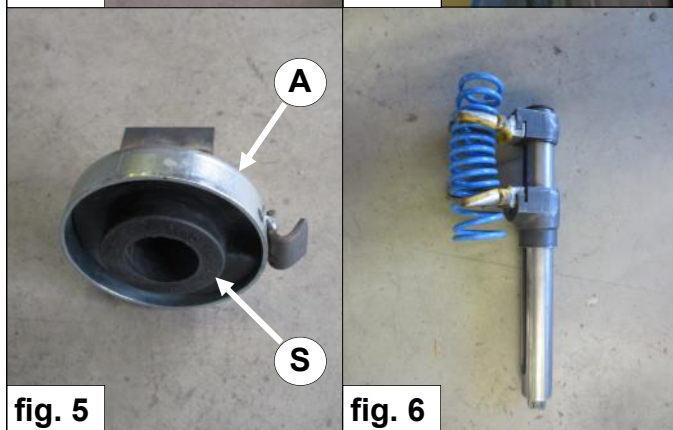

fig. 6
4. Span hulpveer C samen met de kleinste diameter boven met behulp van een verenspanner. Zie fig. 6.
4. Compress spring C, with the smallest diameter on the upper side, using a spring compressor. See fig. 6.
4. Spann Feder **C**, mit dem kleinsten Durchmesser nach oben gerichtet, zusammen mit eine Federspanner. *Siehe Fig. 6.*
4. Comprimer le ressort auxiliaire **C** avec le plus petit diamètre en haut à l'aide d'un tendeur de ressort. *Voir fig. 6.*